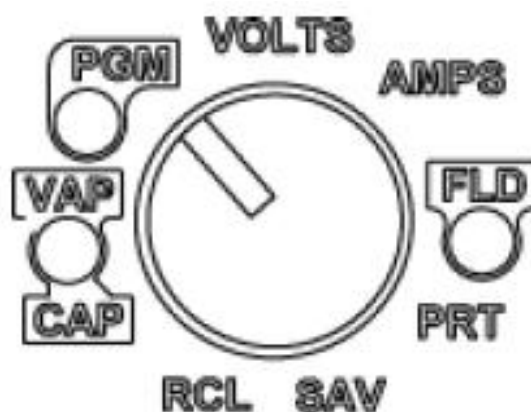

Рисунок 4.31 Выбор режима работы
3. Чтобы проверить режим работы напряжения, поверните 9-позиционную ручку управления (рис. 4.31) в режим VOLT.